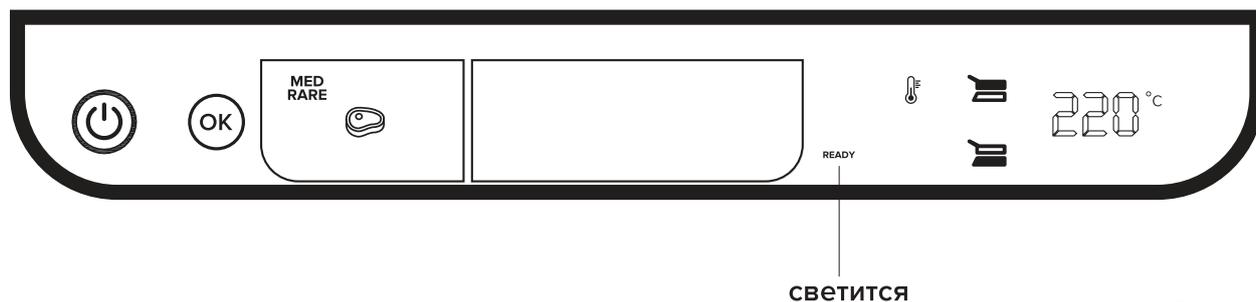

Рис. 13
7. После завершения программы предварительного прогрева её индикатор погаснет и сразу загорится индикатор готовности прибора к работе, одновременно прозвучит краткий высокочастотный звуковой сигнал. Теперь можно открыть верхнюю часть прибора и расположить продукты на пластины гриля. Состояние панели управления на этом шаге показано на рис. 13.